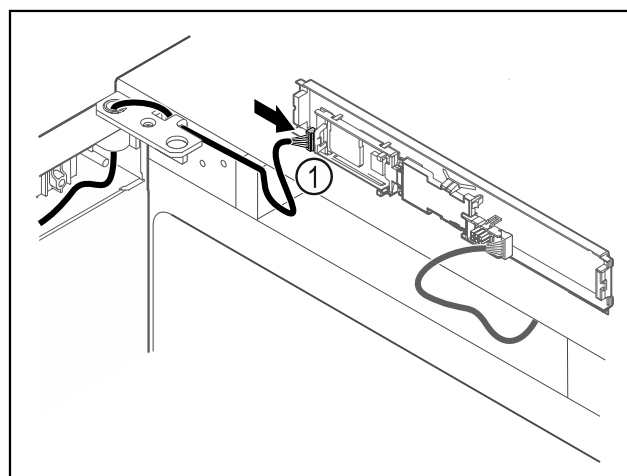

Fig. 62
- Collegare il connettore Fig. 62 (1) sulla scheda.